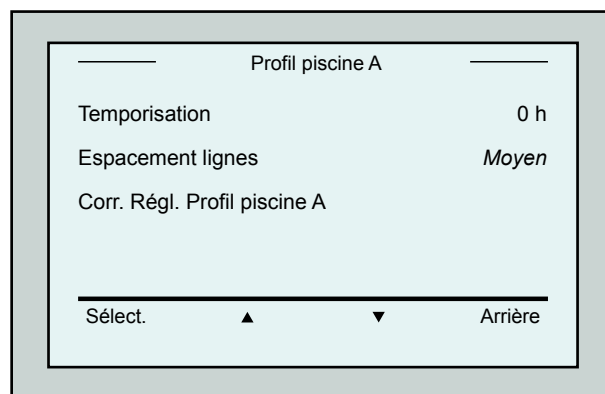

Figure 15 : Menu de *Piscine A* : deuxième écran
11. Une fois le Mode de balayage défini, accédez à l'écran *Profil piscine*, et faites défiler le menu vers le bas jusqu'à l'écran suivant (Figure 15).